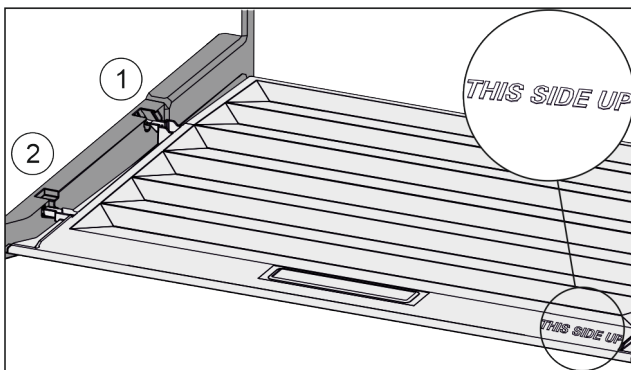

Fig. 127
- ▶ Inserire le nervature del coperchio attraverso l'apertura del supporto posteriore Fig. 127 (1) e innestare anteriormente nel supporto Fig. 127 (2).